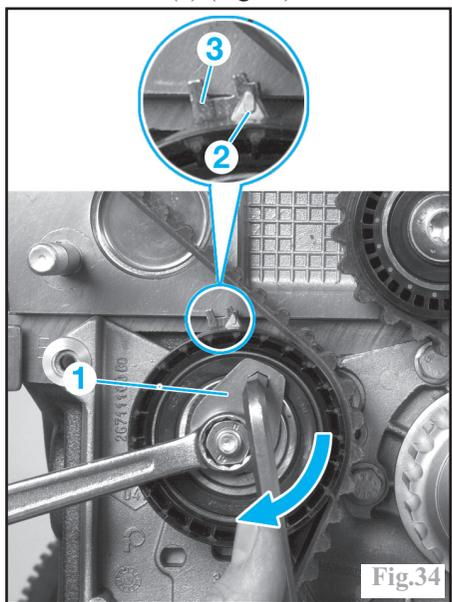

Fig.34
Reposer et serrer le galet enrouleur neuf avec son entretoise, à l'aide d'une clé **Torx T50** ou l'outil Renault **Mot. 1368**. Prétendre la courroie, en tournant l'excentrique du galet tendeur (1), dans le sens horaire, à l'aide d'une clé 6 pans mâles de 6 mm jusqu'à amener l'index mobile (2) en face de l'encoche extérieure de l'index fixe (3) (Fig.34).
Desserrer d'un tour l'écrou du galet tendeur, tout en maintenant son excentrique (1) avec la clé 6 pans mâles, puis tendre la courroie, en ramenant progressivement l'index mobile (2) en face de l'encoche extérieure de l'index fixe (3) et en tournant l'excentrique (1) dans le sens horaire (Fig.34).
Prétendre la courroie, en tournant l'excentrique (1) du galet tendeur, dans le sens horaire, à l'aide d'une clé 6 pans mâles de 6 mm jusqu'à amener l'index mobile (2) en face de l'encoche extérieure de l'index fixe (3) (Fig.34).
Desserrer d'un tour l'écrou du galet tendeur, tout en maintenant son excentrique (**1**) avec la clé **6** pans mâles, puis tendre la courroie en ramenant progressivement l'index mobile (**2**) en face de l'encoche extérieure de l'index fixe (**3**) et en tournant l'excentrique (**1**) dans le sens horaire (Fig.34).
Dans cette position, s'assurer que l'index mobile (**2**) soit aligné avec l'encoche extérieure de l'index fixe (**3**) (Fig.34).
Sinon, reprendre la procédure de tension de la courroie, en desserrant d'un tour maxi. l'écrou du galet tendeur pour aligner correctement l'index mobile (**2**) avec l'encoche extérieure de l'index fixe (**3**) (Fig.34) puis resserrer l'écrou du galet tendeur.